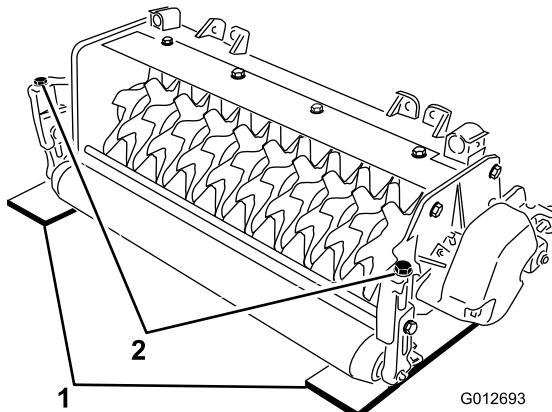

Рисунок 4
- Разместите две измерительные планки, соответствующие желаемой глубине проникновения ножа, под передним и задним роликами барабана вертикуттера (на каждом краю барабана) (Рисунок 4).
- Поверните регулировочный болт на каждом кронштейне высоты скашивания (Рисунок 4) таким образом, чтобы ножи барабана касались горизонтальной поверхности по обоим краям.